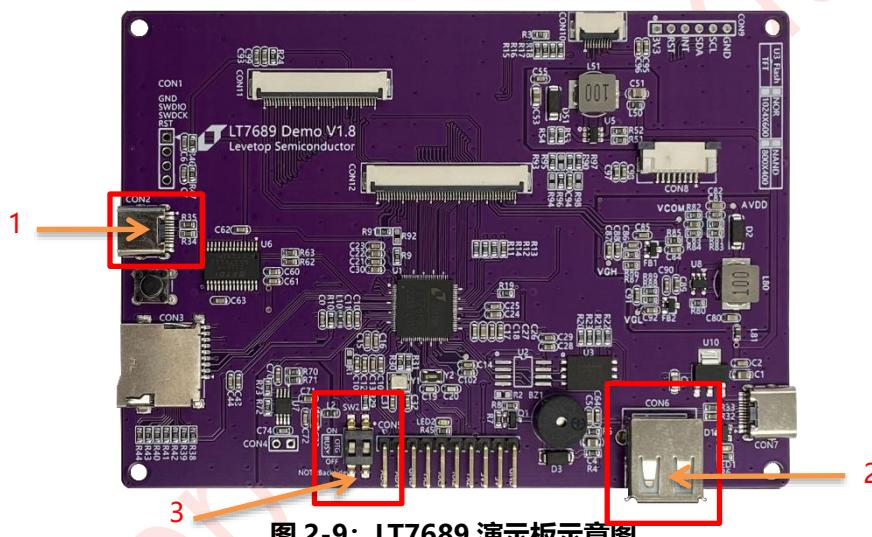

图 2-9：LT7689 演示板示意图
3、接口如图 2-9 所示，1 处 USB 口连接电脑供电，将已经准备好的 U 盘插入下图标注 2 的 Type A 接口，把 3 处拨码开关的 OTG 脚接地（即拨到 ON 档）重新上电或按下复位按键后会自动检测到 U 盘插入，并进入升级模式。